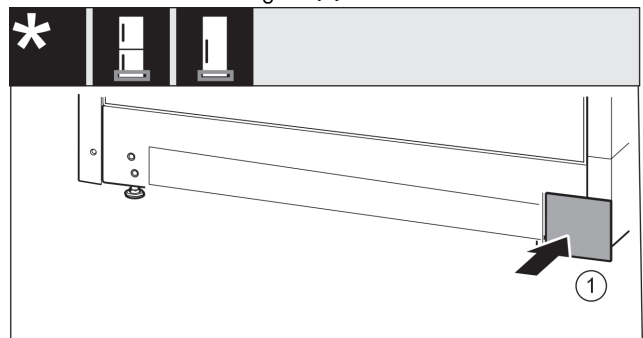

Fig. 37
- ▶ Sæt afdækningen på den anden side igen. Fig. 37 (1)